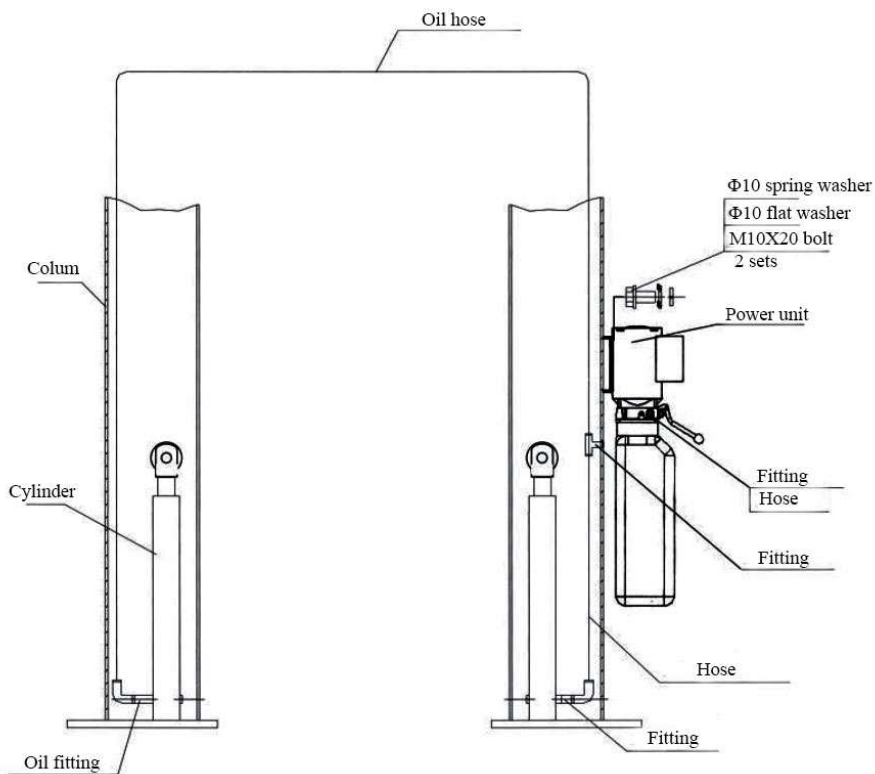

Рис. 12b
- Закрепите силовой агрегат двумя болтами М10 с шайбами (как показано на рис. 12а, 12b). Для моделей с верхней синхронизацией установите гидравлическую линию, как показано на рис. 12b; для моделей с опорной плитой установите гидравлическую линию, как показано на рис. 12а, и затяните все фитинги во избежание утечки масла.